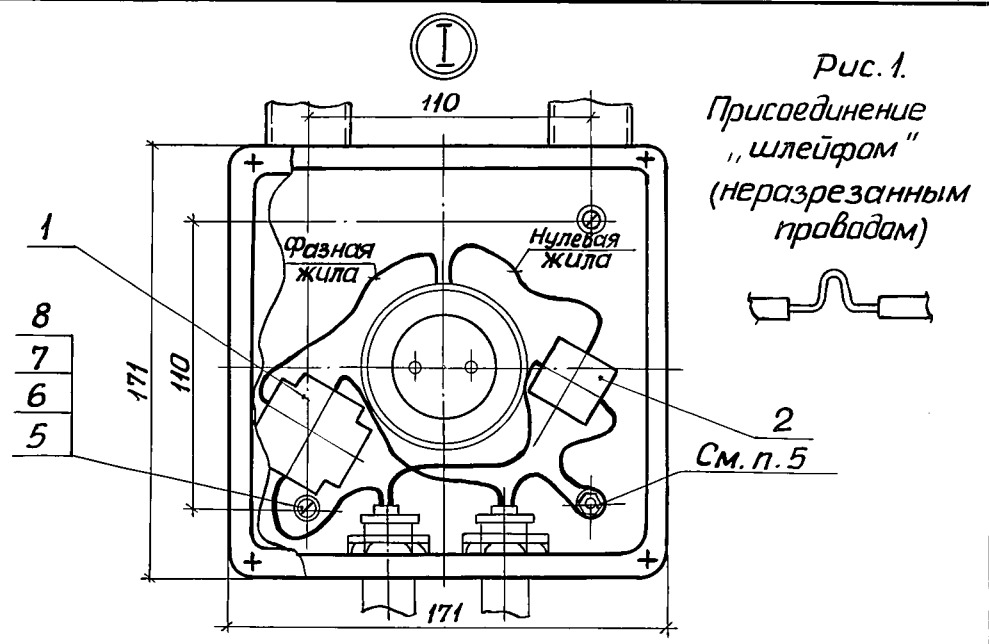

Рис. 1.
5. Зануление коробки выполняется „шлейфом“ нулевой жилы см. рис. 1.